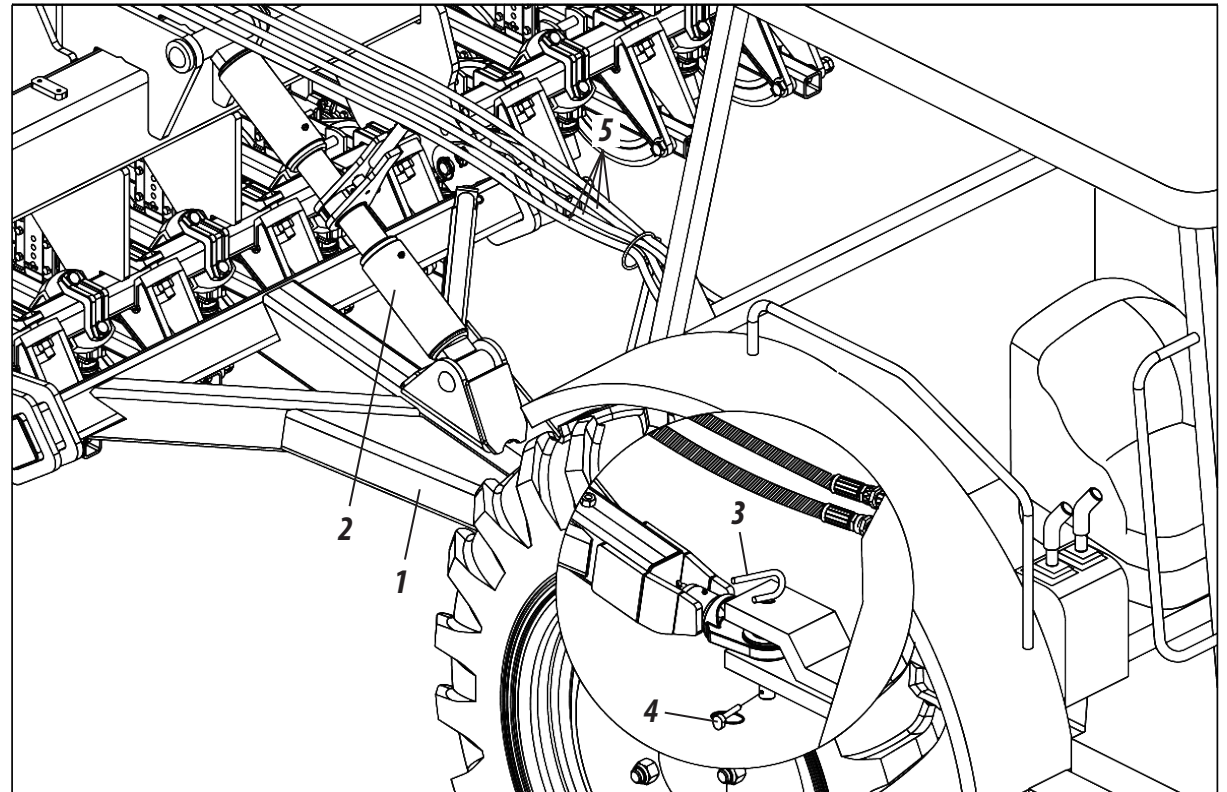

Figura 17
ACOPAMIENTO AL TRACTOR (FIGURA 17)
- 2- Luego, nivele el cabezal de enganche (1) de la sembradora en relación a la barra de tiro del tractor a través del regulador (2). A continuación, aproxime cuidadosamente el tractor marcha atrás a la sembradora, prestando atención al uso de los frenos.
- 3- Acople el cabezal de enganche (1) al tractor, fijándolo a través del perno de acoplamiento (3) y pestillo (4).
- 4- Posteriormente, conecte el resto de las mangueras (5) en el acople rápido del tractor, **como se muestra en la figura 17.**